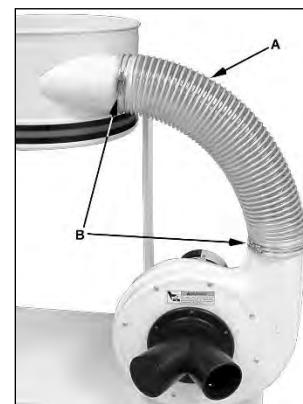

Рис. 9
Подсоедините шланг (A, Рис. 9) с помощью двух поставляемых в комплекте хомутов (B).